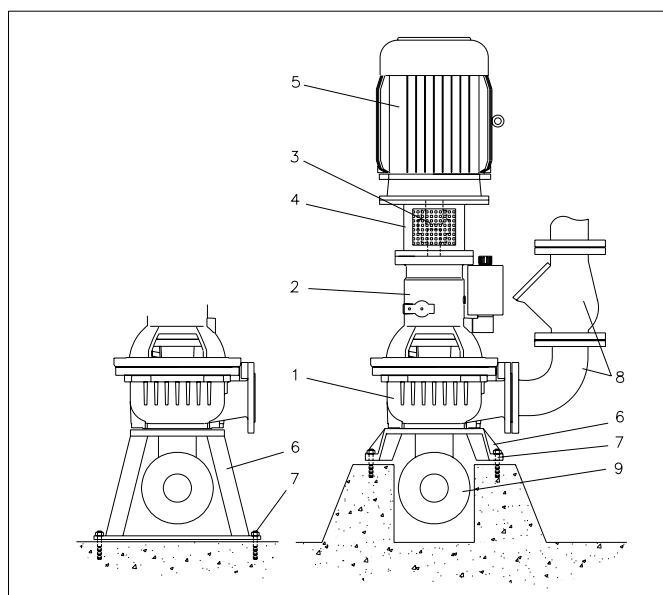

Fig. 7.4
zie fig. 7.4.
- de voet wordt verankerd aan de fundatie d.m.v. de 4 bevestigingsgaten, zie fig. 7.4 pos. 7.